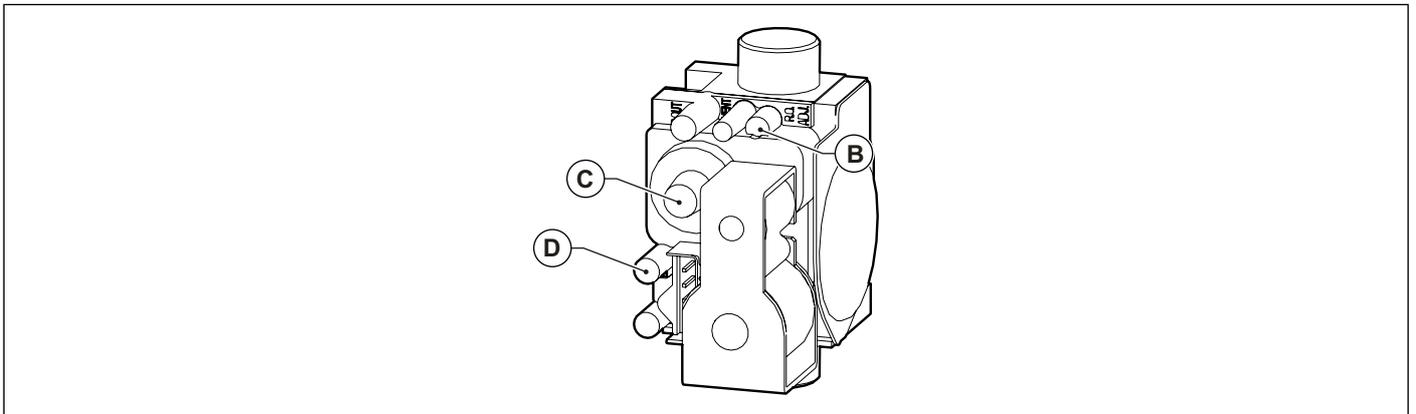

Fig. 35 Regulación válvula de gas
- Regular el valor del anhídrido carbónico (CO₂) en los humos girando el regulador de relación **B** (ver Fig. 35 Regulación válvula de gas) y asegurarse de que no supere los límites de la Tab. 33 Valores de CO₂ en los humos.
- Verificar que el valor de monóxido de carbono (CO) en los gases de combustión a la potencia máxima está por debajo del límite de la Tab. 33 Valores de CO₂ en los humos.
- Verificar que el valor de monóxido de carbono (CO) en los gases de combustión a la potencia mínima está por debajo del límite de la Tab. 33 Valores de CO₂ en los humos.
- Girar el regulador de relación **B** (ver Fig. 35 Regulación válvula de gas) para regular el valor del oxígeno (O₂) en los humos mientras permanece en los límites de la Tab. 34 Valores de O₂ en los humos.
- Girar el regulador de offset **C** (ver Fig. 35 Regulación válvula de gas) para regular el valor del oxígeno (O₂) en los humos y la presión de offset mientras ambos permanezcan en los límites de la Tab. 34 Valores de O₂ en los humos.